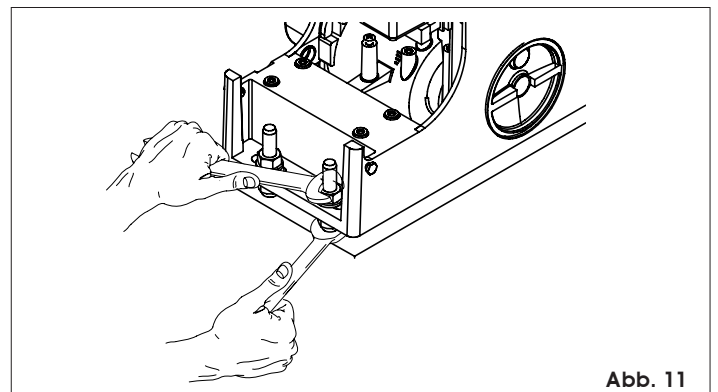

Abb. 11
- 4) Den Getriebemotor auf der Grundplatte befestigen, indem die Muttern gemäß Abb. 11 angezogen werden.